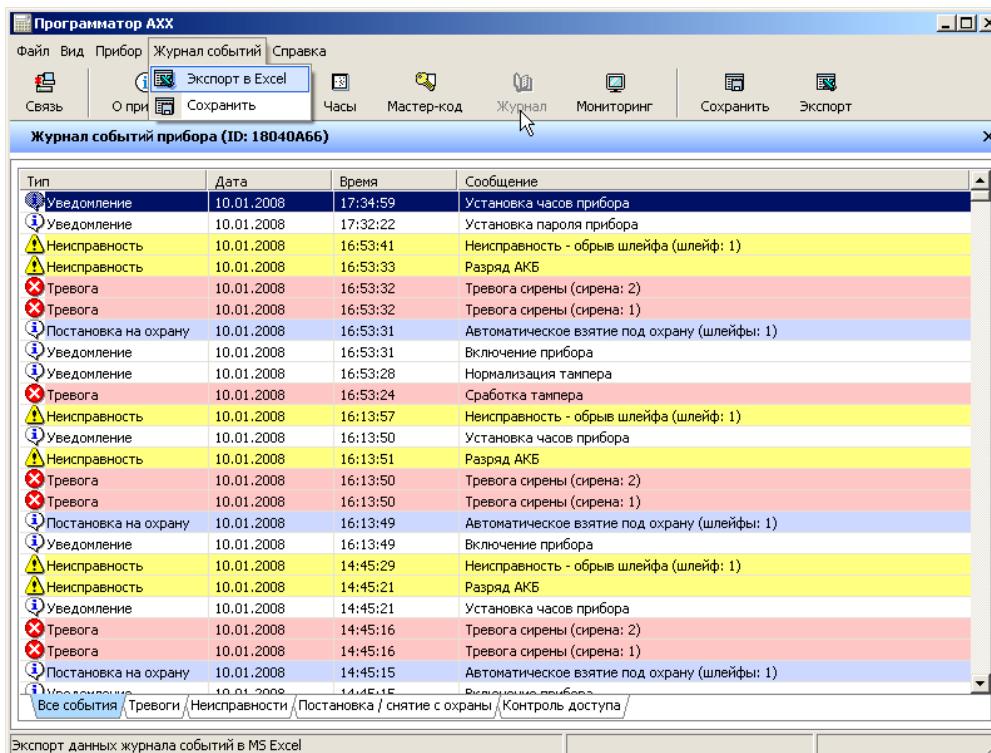

Рисунок 23 – Просмотр журнала событий устройства
**2.3.1.6 Сервисная иконка «Журнал».** Кликнув на иконку «Журнал» произойдет автоматическое считывание журнала событий прибора, рисунок 23;